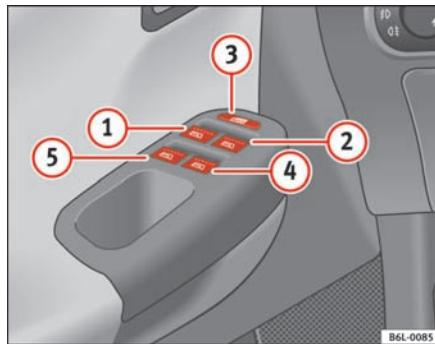

Fig. 51 Detalle de la puerta del conductor: mandos para las ventanillas delanteras y traseras
Las teclas **⇒ página 89, fig. 51** ① y ② tienen dos posiciones para la apertura de las ventanillas y otras dos para el cierre. De este modo es más fácil controlar las operaciones de apertura y cierre.